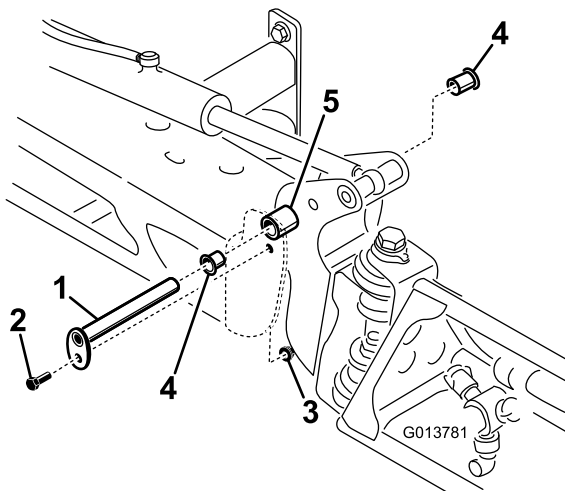

Bild 76
3. Wenn das Gewicht des Auslegers abgestützt ist, nehmen Sie die Schraube und die Mutter ab, mit denen der Lagerbolzen am Ausleger befestigt ist (Bild 76).
4. Nehmen Sie den Lagerbolzen ab (Bild 76).
6. Nehmen Sie die Nylonbüchsen vorne und hinten an der Schwenkhalterung ab und prüfen Sie sie (Bild 76).
8. Montieren Sie den Ausleger und die Schwenkhalterung im mittleren Rahmen und fluchten Sie die Öffnungen aus (Bild 76).